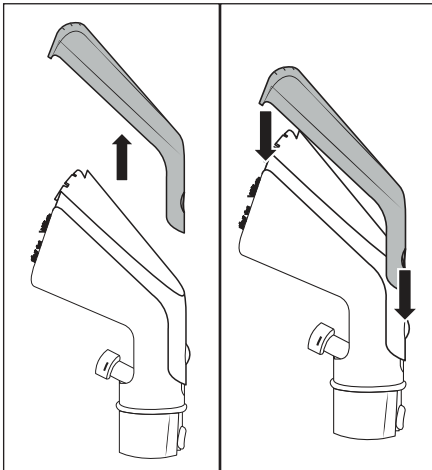

Bild 9
- ◆ Tryck på låsknappen 24 för att lossa rengöringsenhetens kåpa 23 från textilmunstycket 22 och dra av kåpan 23 (se bild 9).
- ◆ Sätt tillbaka rengöringsenhetens kåpa 23 på textilmunstycket 22 och skjut den nedåt tills låsknappen 24 i textilmunstycket 22 klickar fast (se bild 9).